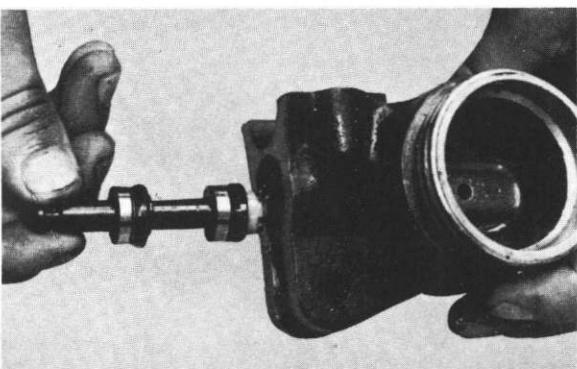

Fig. 5-3-25
- 8) Remove the piston. (Note that a spring remains in the master cylinder) (Fig. 5-3-25 and 26)
- 8) Retirer le piston (à noter qu'un ressort reste dans le maître-cylindre). (Figs. 5-3-25 et 26)
- 8) Kolben herausnehmen (merken Sie sich, dass hierbei eine Feder im Hauptzylinder zurückbleibt). (Abb. 5-3-25 und 26)